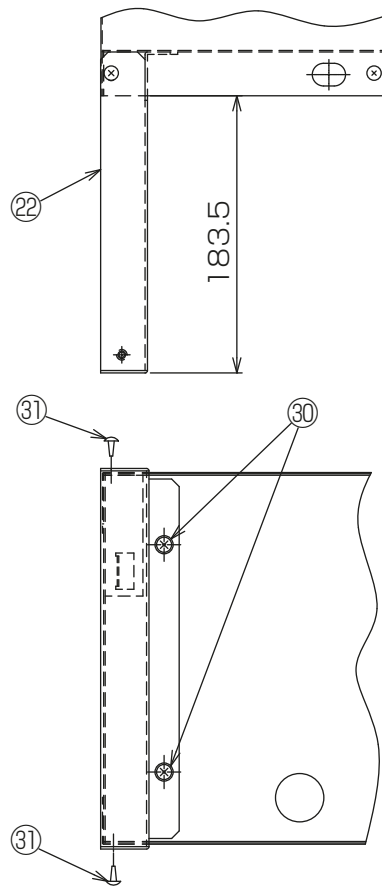

図11
(2)FCU本体の配管側サイドフレームに品番②取付板1を品番⑩座付タッピンネジ(2本)・品番⑪PTTネジ 4×12 (2本)にて取付けてください。[図11]